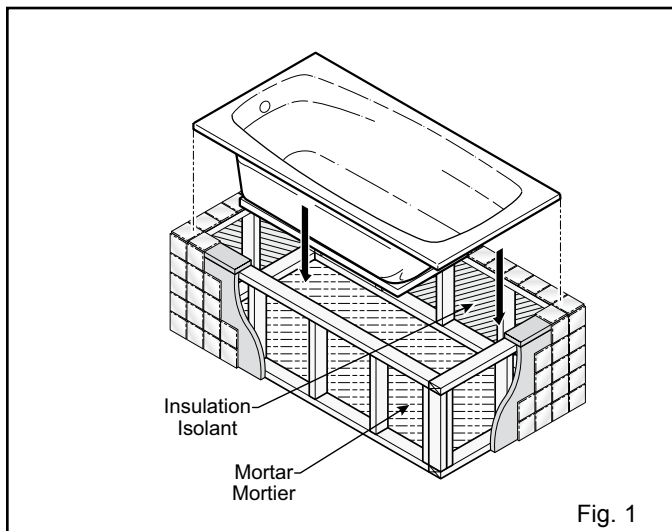

Fig. 1
1. Insulate the surround (see fig. 1, fig. 4).
1. Isoler la structure d'alcôve (voir Fig. 1 et 4);